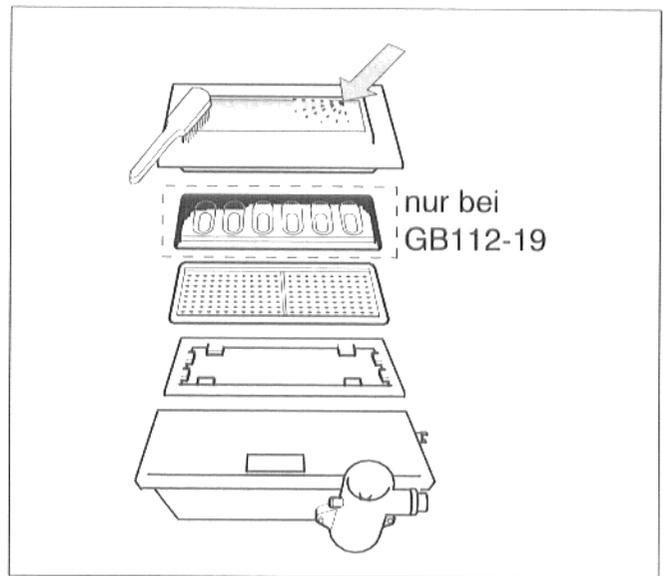

Abb. 36 Brenner reinigen
- Brenner mit einer **weichen** Bürste und Druckluft reinigen (Abb. 36).